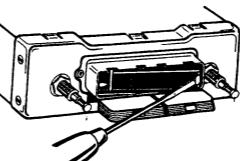

Fig. 44
4. Reflektor herausnehmen, Fig. 44.
4. Remove reflector, Fig. 44.
3. Reflektor herausnehmen, Fig. 44.
3. Remove reflector, see Fig. 44.